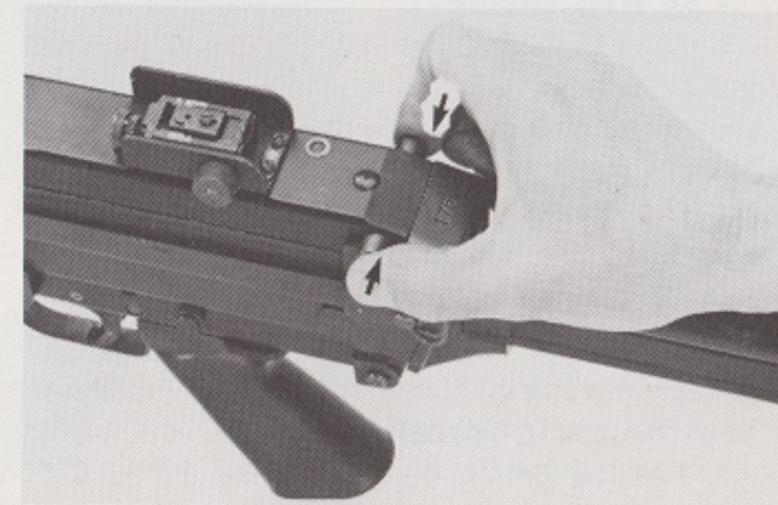

Fig. 16
- A. soit enlever la bande de cartouches en procédant comme suit: ouvrir le couvercle en appuyant simultanément sur les deux verrous situés de part et d'autre et à la partie postérieure de celui-ci et s'assurer que l'arme est vide en levant le couloir d'alimentation (Fig. 16).